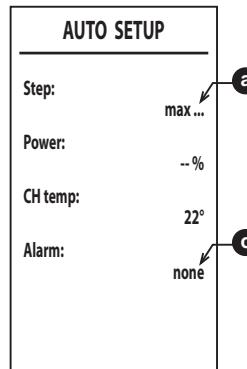

fig. 53
- Dacă faza de aprindere esuează, apare mesajul **[max\_err]** la punctul și un cod de eroare la punctul (fig. 53). Cauzele posibile pentru lipsa aprinderii sunt enumerate în **Nota 2**. Ieșiți din Auto Setup cu tasta , rezolvați anomalia și repetați procedura de la punctul 1.